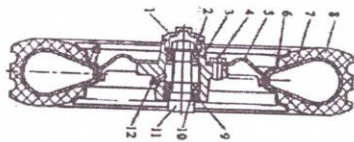
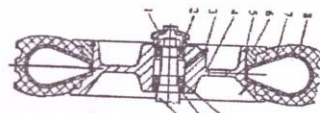

Рис. 3.23. Переднее колесо с цельным ободом.
Рис. 3.24. Переднее колесо с разборным ободом.
**СТРУКТУРА.** Переднее колесо является поворотным колесом, обод имеет два вида: первый – с цельным диском (рис. 3.23), второй – со свободным диском, в нем размещается стопорное кольцо и бортовое кольцо колеса (рис. 3.24). Колесо с малым диаметром обычно выполняется со свободным диском, оно простое в обслуживании и удобное при установке. Когда шина не накачена, то можно легко установить бортовое кольцо на обод колеса и стопорное кольцо, или снять их. Когда шина накачена, под действием давления шины бортовое кольцо плотно прижимается к стопорному кольцу в пазу во избежание отсоединения бортового кольца.